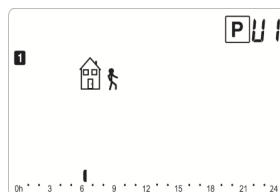

Fig. 23
- 7) appuyer sur (OK) pour confirmer et passer au step suivant ; par défaut sur l'écran s'affiche le symbole « je sors de chez moi » , comme illustré sur la Fig.23;